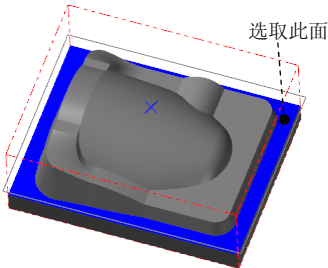

图 17.34 选取加工曲面
(1) 选取加工曲面。在图形区中选取图 17.34 所示的面（共 1 个），然后单击 Enter 键，系统弹出“刀具路径的曲面选取”对话框。